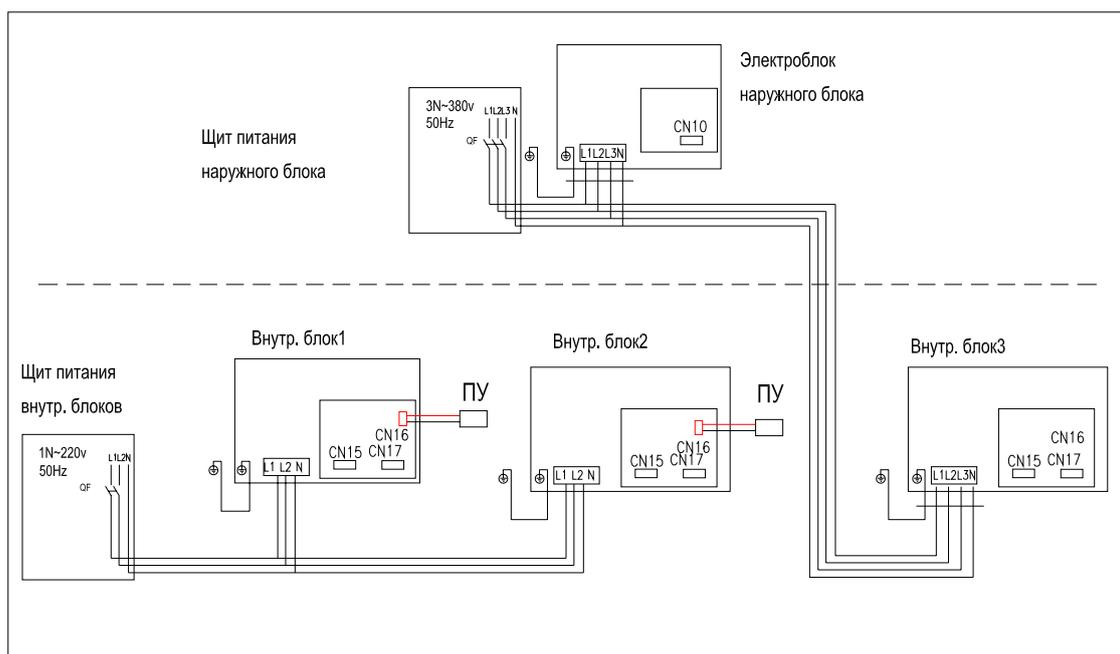

Рис.9.2 – Схема подключения при трехфазном питании наружного блока и одного из внутренних блоков
- Конец дренажной трубы не должен находиться в воде (рис.9.2)